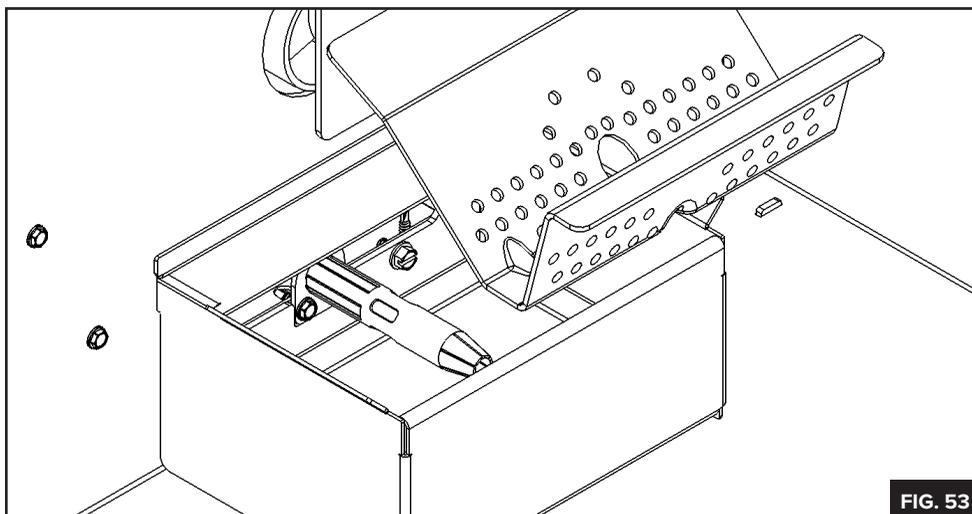

FIG. 53
3. Positionnez la plaque de combustion dans la chambre de combustion et vérifiez l'espace entre la paroi arrière et la plaque pour assurer un bon ajustement. Si un espace est détecté, répétez les étapes 1 et 2. (FIG. 53)